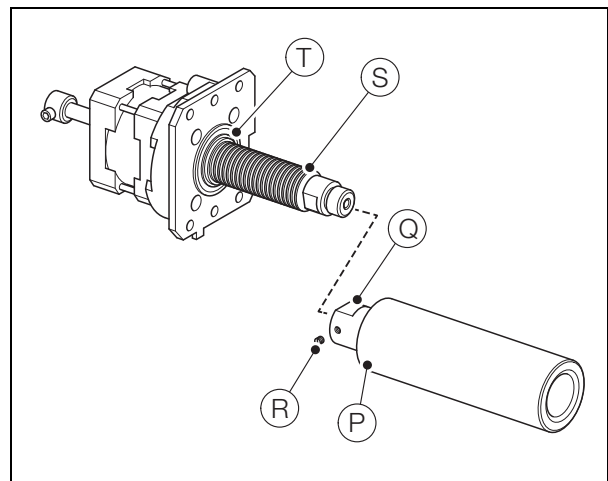

Abb. 13.15 Zerlegen/Wiederausbau des Kolbens
8. Siehe Abb. 13.15:
- Schieben Sie das Probenrohr (P) von der Kolbenbaugruppe (Q). Entsorgen Sie das Probenrohr.
- Lösen Sie die Haltemadenschraube (R), schrauben Sie die Kolbenbaugruppe (Q) von der Kolbenwelle (S) ab und entsorgen Sie die Kolbenbaugruppe.
- Entfernen Sie den O-Ring (T) von der Basis der Motormontageplatte und entsorgen Sie ihn.
- Bauen Sie einen neuen O-Ring (T) ein und achten Sie dabei darauf, dass er ordnungsgemäß in die Nut an der Basis der Motormontageplatte eingelegt ist.
- Schrauben Sie die neue Baugruppe des Kolbens (Q) und des Probenrohrs (P) auf die Kolbenwelle (S) und ziehen Sie die Haltemadenschraube (R) an.
- Schieben Sie das Probenrohr (P) hoch bis zum O-Ring (T).